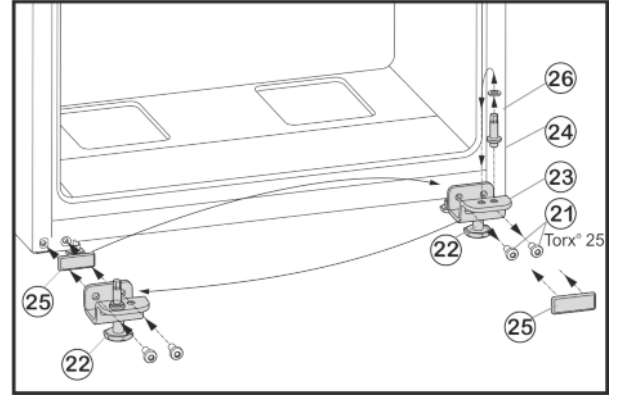

Fig. 6
- ▶ Sabitleme vidalarını Fig. 6 (21) sökün.
- ▶ Alt yatak mesnedini Fig. 6 (23) komple yatak somunu Fig. 6 (24), cam Fig. 6 (26) ve ayarlama ayağı ile birlikte Fig. 6 (22), çıkarın.
- ▶ Yatak somununu Fig. 6 (24) komple, camı ile birlikte Fig. 6 (26) sökün, karşısındaki yatak mesnedinin giriş deliğine göre ayarlayın ve tekrar sıkıca vidalayın.
- ▶ Kapak plakasını Fig. 6 (25) dikkatli bir şekilde çıkarın ve karşı tarafa ayarlayın.
- ▶ Alt yatak mesnedini Fig. 6 (23) komple yatak somunu Fig. 6 (24), cam Fig. 6 (26) ve ayarlama ayağı ile birlikte Fig. 6 (22) gerekirse akülü tornavida kullanarak yeni menteşe tarafına **sıkıca (4 Nm ile)** tekrar vidalayın.
- ▶ Alt kapıyı yukarıdan yatak somununa Fig. 6 (24) yerleştirin.
- ▶ Alt yatak mesnedinde Fig. 6 (22) bulunan Ayarlama ayağını Fig. 6 (23) yerde durana kadar sökün.